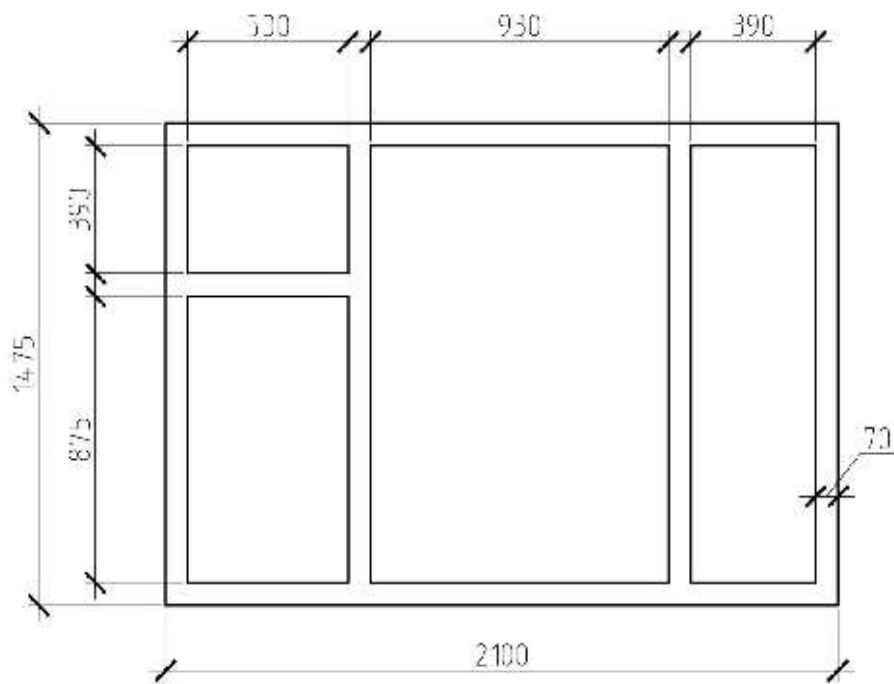

Рисунок 7.2 – Окно
- Начертить окно по часовой стрелке в соответствии с размерами (рисунок 7.2) (размеры не проставлять), используя инструмент МУЛЬТИЛИНИЯ (Расположение = Верх, Масштаб = 70.00, Стил = STANDARD). Рекомендуется сначала начертить внешний контур рамы, а затем, пользуясь режимом объектного отслеживания, перекладины.